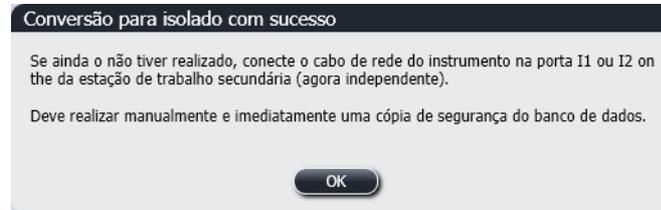

Figura 155: Diálogo - Conversão para isolado com sucesso
7. Aguardar até que o sistema indique que a conversão para isolado ocorreu (consulte Figura 155), depois reiniciar o cliente clínico e entrar no sistema normalmente.